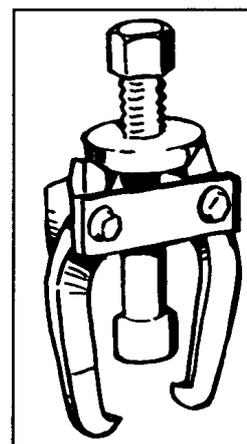

Рис. 2-29 Съемник подшипников
(1) Съемник подшипников показан на рис. 2-29. Он используется для снятия подшипников с валов или извлечения их из корпусов.